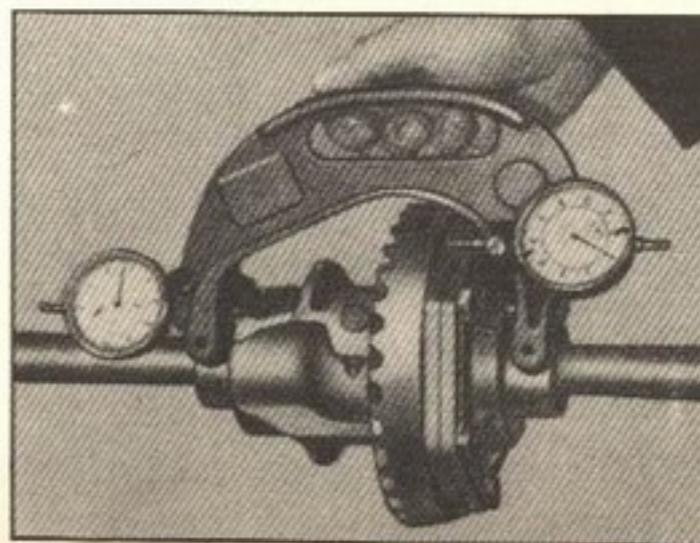

Fig. 19-J — Colocação do micrômetro VW 287 para obtenção das medidas L e G.
**Medida do comprimento L da caixa diferencial, e da medida G.** — Nessa operação usa-se o micrômetro VW 287, cujos ponteiros devem ser voltados a zero (fig. 19-J).